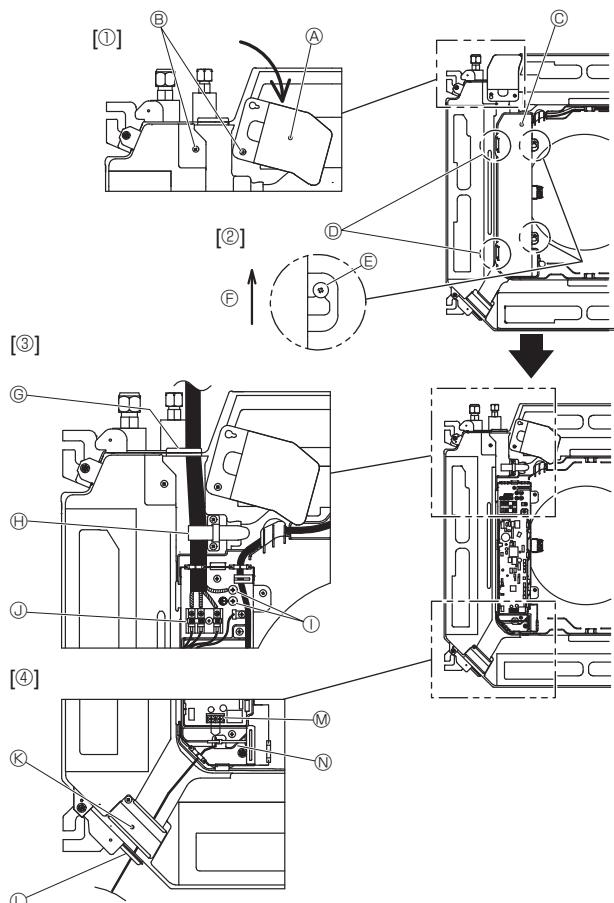
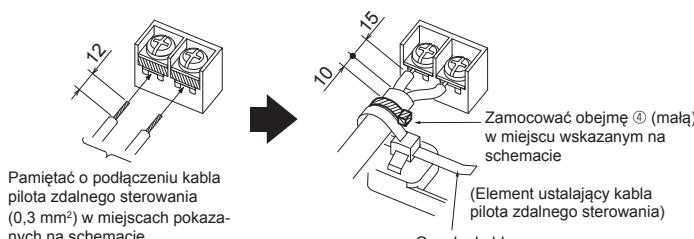

Fig. 6-1
Fig. 6-3
6.1. Jednostka wewnętrzna (Fig. 6-1)
- Odkręć dwie śruby mocujące panel serwisowy okablowania elektrycznego, aby go otworzyć. [Fig. 6-1 ①]
- Odkręć dwie śruby mocujące pokrywę skrzynki elektrycznej, a następnie przesuń pokrywę. [Fig. 6-1 ②]
- Przeprowadź kabel zasilania, kabel połączeniowy jednostki wewnętrznej/zewnętrznej i kabel uziemienia przez odpowiednie przepusty kablowe pokazane na rysunku. [Fig. 6-1 ③]
Jeśli nie można użyć okrągłych zacisków zagniatanych, należy postępować zgodnie z procedurą na Fig. 6-3 - 6-6.
4. Przeprowadzić i podłączyć kabel pilota zdalnego sterowania przez przepusty kablowe przedstawione na schemacie. [Fig. 6-1 ④, Fig. 6-3]